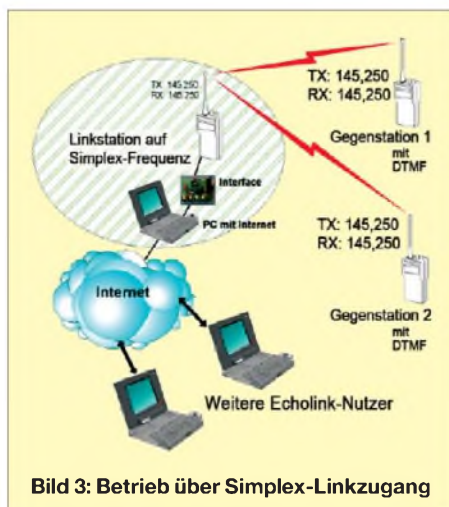

Bild 3: Betrieb über Simplex-Linkzugang
- Bild 3: Der Linkmodus (*Link Mode*): Hier ist ein Sender an einen PC mit Soundkarte angeschlossen. Der Sender ist auf eine Simplex-Frequenz abgestimmt. Die Verbindung besteht mit einem Einzelnutzer, einer Link- oder Relaisstation.